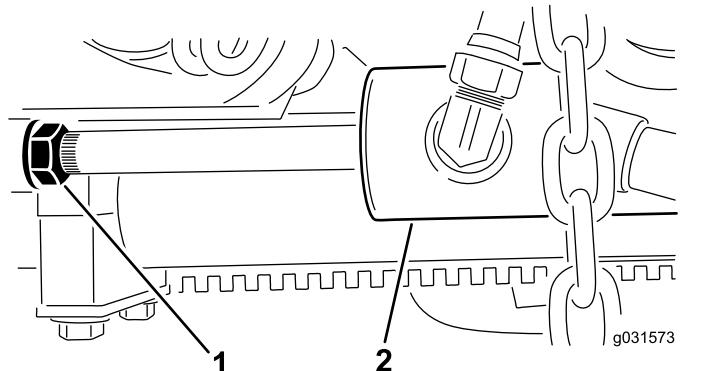

Figura 13
- Solte a porca de bloqueio no cilindro (Figura 13).